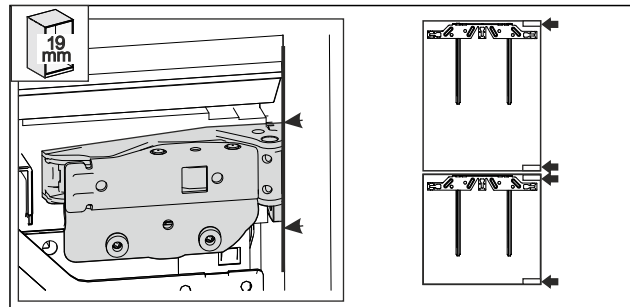

Fig. 54
- ▶ 19 mm dicke Möbelseitenwand: die vordere Kante der Scharniere ist eben mit der Vorderseite der Möbelseitenwand ausgerichtet. Fig. 54 ()